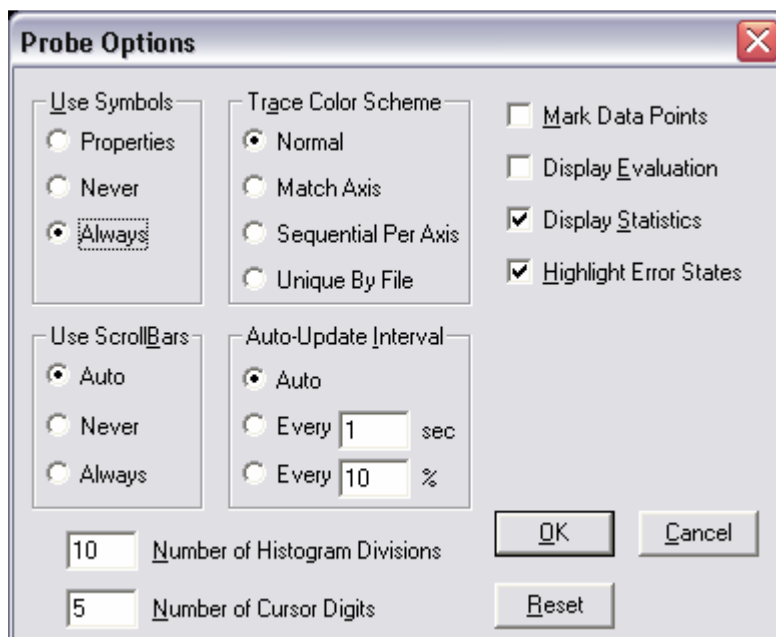

Рисунок 6.4 – Діалогове вікно Probe Options
4. З меню Tools вибрати Options, щоб відобразити діалогове вікно Probe Options (рис. 6.4).